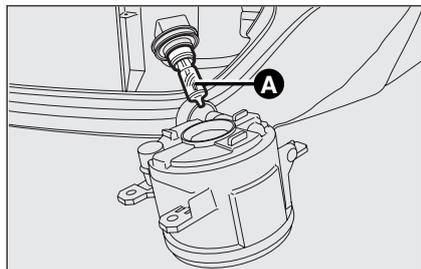

fig. 25
- estrarre la lampada **A-fig. 25** ruotandola in senso antiorario e scollegare il connettore elettrico.